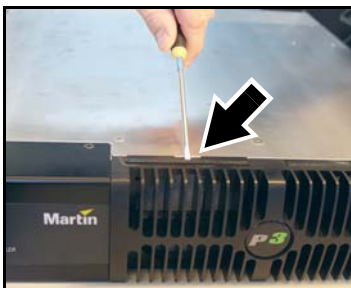

Bild 13: Ersetzen eines Luftfilters, P3-300
2. Siehe Bild 13. Hebeln Sie den Filter mit einem Schlitzschraubendreher etwas nach oben (Pfeil). Ziehen Sie den Filter senkrecht nach oben aus dem Gerät.